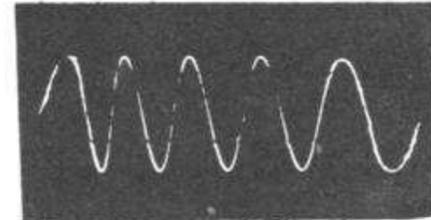

Figure 1
- () Tournez le bouton "SYNC. SELECTOR" sur "+ INT.", le Potentiomètre "HOR. GAIN" sur 30, le sélecteur "VERT. INPUT" sur X10 et le Potentiomètre "VERT. GAIN" sur 100. Placez maintenant le sélecteur "HOR/FREQ." sur le point rouge situé entre 10 et 100 et réglez le Potentiomètre "FREQ. VERNIER" de manière à obtenir une sinusoïde de 5 périodes complètes semblable à la Figure 1. Ce contrôle indique que la base de temps fonctionne normalement à une fréquence de